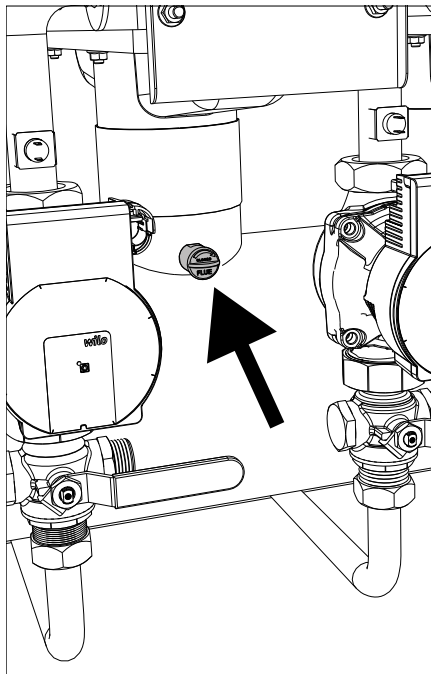

рис. 78- Отвод для отбора дымов отдельного модуля
Отбор дымовых газов должен производиться путем введения зонда анализатора в отвод для отбора дымов отдельного модуля (см. рис. 78).
- Вставьте прибор для анализа горения в отвод для отбора дымов (см. рис. 78).